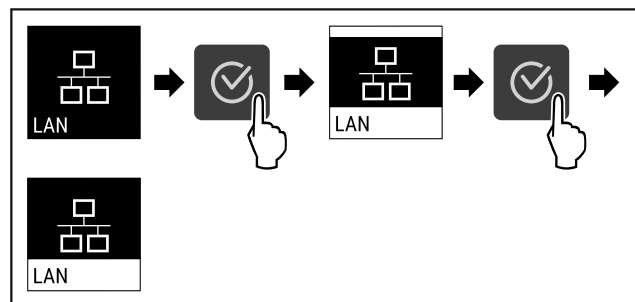

Fig. 92
- ▶ Выполните шаги действия (см. Fig. 92).